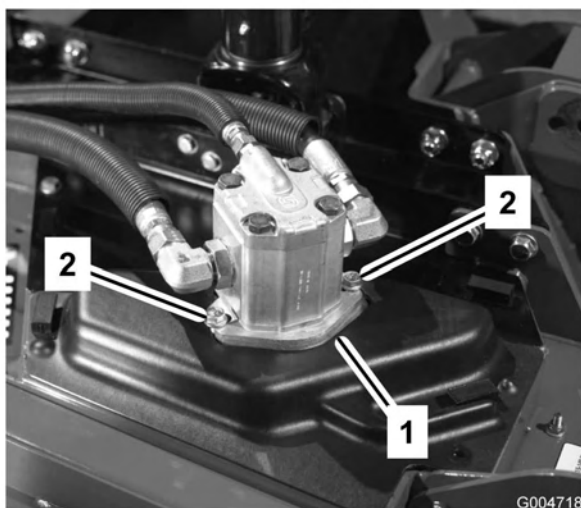

Figura 65
4. Retire os parafusos que fixam o motor hidráulico à unidade de corte (Figura 65). Levante o motor da unidade de corte e coloque-o na zona superior da unidade de corte.